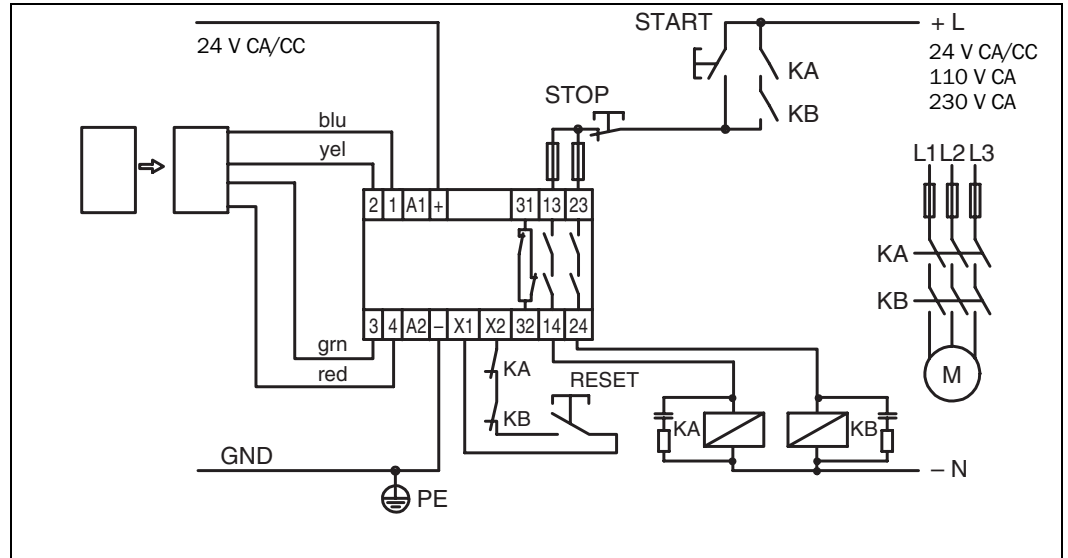

Fig. 4a: Exemple de câblage en 24 V CA/CC avec contrôle des contacteurs commandés et réarmement statique
- Sous une tension d'alimentation de 24 V CA/CC, utiliser les bornes + et -/PE pour le raccordement (Fig. 4a).